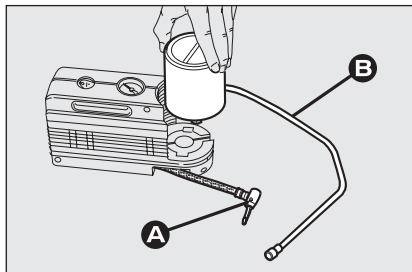

fig. 10
- disinserire l'innesto **A**-fig. 10;